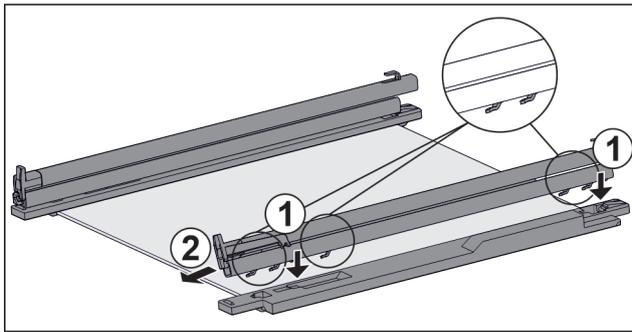

Fig. 53 Glasplatte mit Schienen und Halteteilen
- ▶ Haken der Schiene auf die Öffnungen des **linken** Halteteils setzen. Fig. 53 (1)
- ▶ Schiene nach vorne ziehen. Fig. 53 (2)
- ▶ Haken der Schiene auf die Öffnungen des **rechten** Halteteils setzen. Fig. 53 (1)